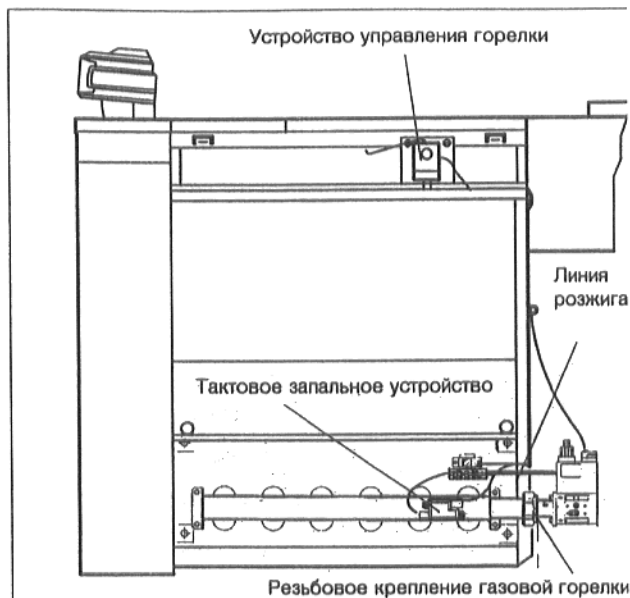

Рис. 13
- Отключить соединительный кабель тактового устройства зажигания и устройства управления горелки на тактовом устройстве зажигания (рис. 13).
- Снять линию розжига на щите горелки и на арматуре. Снять газовое сопло розжига и воздушное сито и тщательно сохранить (рис. 13).
- Отсоединить резьбовое соединение газовой горелки (рис. 13).
- Отключить штекерное соединение кабеля зажигания на тактовом устройстве зажигания, снять тактовое устройство зажигания (рис. 13).